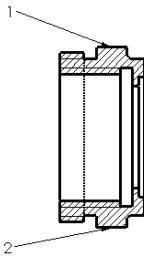
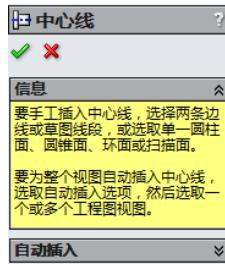
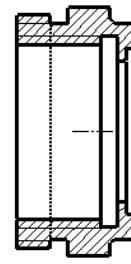

图 8-76 需要标注的视图
图 8-77 “中心线”属性管理器
图 8-78 添加中心线后的视图
2. 添加中心线。中心线常应用在旋转类零件工程视图中，本节以添加如图 8-76 所示工程视图的中心线为例说明添加中心线的操作步骤。
(2) 设置标注属性。此时系统弹出如图 8-77 所示的“中心线”属性管理器，单击如图 8-76 所示中的边线 1 和边线 2，添加中心线，结果如图 8-78 所示。